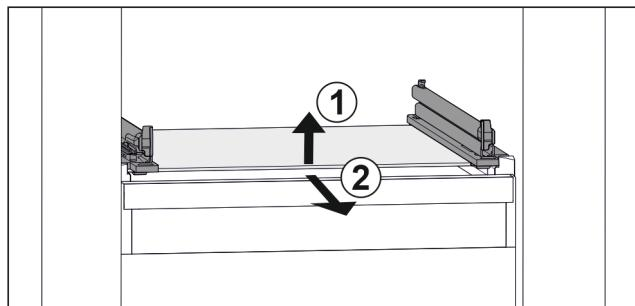

Fig. 94 Příklad znázornění skleněné desky
- Nadzvedněte skleněnou desku vpředu. Fig. 94 (1)
- Vyjměte skleněnou desku dopředu. Fig. 94 (2)